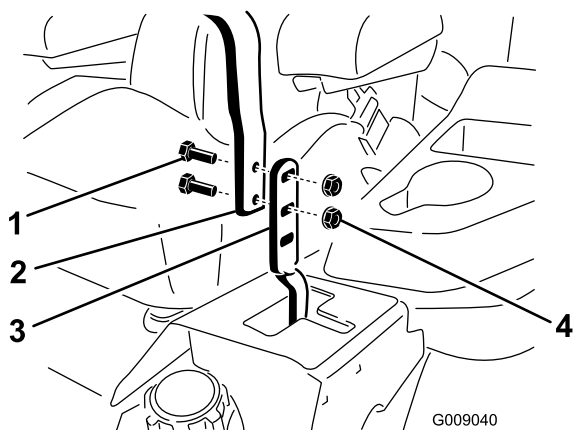

Figura 84
3. Desaperte os parafusos e as porcas flangeadas instalados nas alavancas (Figura 84).